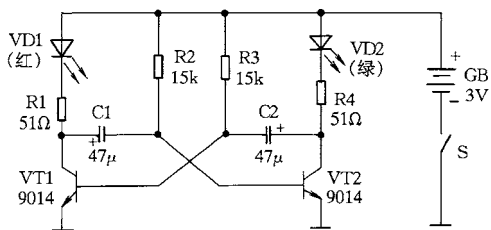

图 2-2
(2) 闪光陀螺的电路是一个典型的自激多谐振荡器,它由两个晶体管 VT1、VT2 以及电阻、电容等组成,两个发光二极管 VD1、VD2 分别接在两个晶体管的集电极回路中(见图 2-2),当某个晶体管导通时,该侧的发光二极管便被点亮。在电源开关 S 被接通后,电路起振,两个晶体管 VT1、VT2 轮流导通,两个发光二极管 VD1、VD2 便交替闪亮,大约每秒钟各闪亮一次。